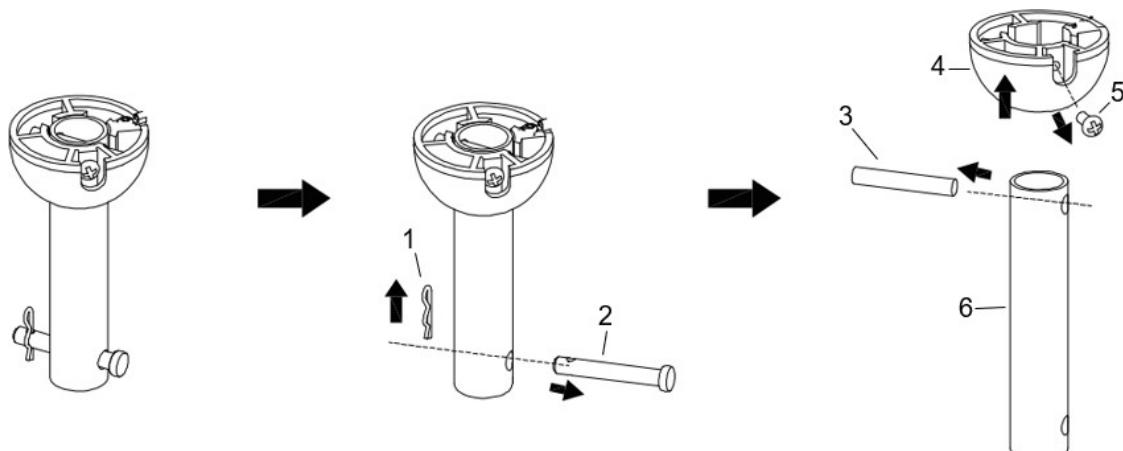

Рис. 4.1
- Зніміть кульовий шарнір (4) і штифт (3), відкрутивши стопорні гвинти (5) з нижньої тяги (6). Зніміть зчіпний штифт (2), знявши фіксуючу скобу (1) (рис. 4.1). **ПРИМІТКА:** Не викидайте ці деталі, вони знадобляться для подальшої збірки.